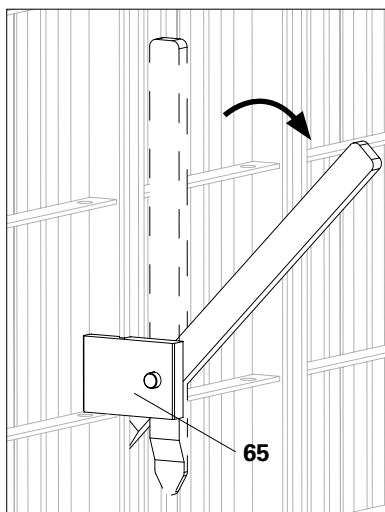

Fig. A7.15
Con la leva di disarmo parete UNO Plus (65), i telai per parete interni ed esterni possono essere staccati dal calcestruzzo e disarmati. (Fig. A7.15 + A7.16)